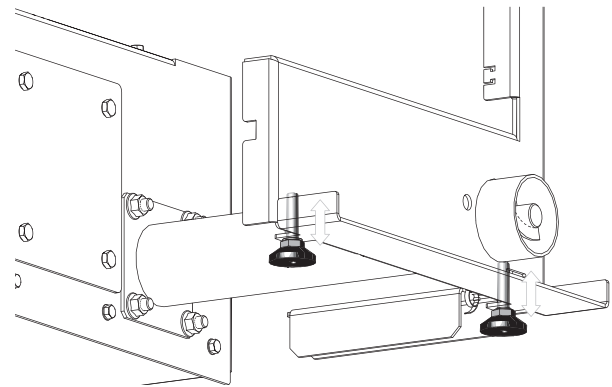

Fig. 222
- ▶ Stellschrauben einstellen – Fig. 222.